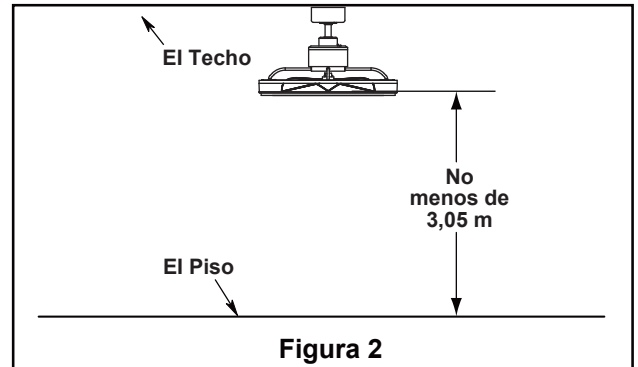

Figura 2
Uso de perfil profundo (Figura 2)
2. Retire el clip de horquilla y pasador de horquilla de la parte inferior de la bola para colgar. Retener el pasador y clip para la reinstalación en el paso 4. (Figura 2)
Debe colgar el ventilador a una distancia mínima de 3,05 m desde las aspas hasta el piso. (Figura 2)
Para evitar una posible descarga eléctrica, asegúrese de cortar la alimentación eléctrica de la caja de fusibles principal antes de alambrado el ventilador. (Figura 2)
- ☐ 2. Coloque y ajuste firmemente la cubierta para el tornillo de la base sobre los tornillos de reborde de la abrazadera para colgar mediante el mecanismo de seguro por giro del chavetero. (Figura 2)
2. Restaure la fuente de alimentación de la toma de corriente enciendo la electricidad del fusible principal. (Figura 2)